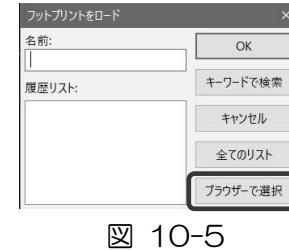

図 10-5
- ① グリッドを 1.0000mm (39.37 mils)にします。
- ② 右ツールバー 「フットプリントを追加」を選択します。
- ③ 基板上の適当な位置をクリックします。
- ④ 「フットプリントのロード」ダイアログの[ブラウザーで選択]をクリックします。右図10-5